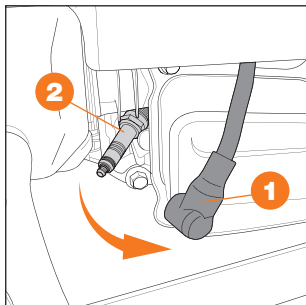

Рис. 25
- Снимите свечной колпачок ❶ (Рис. 25).